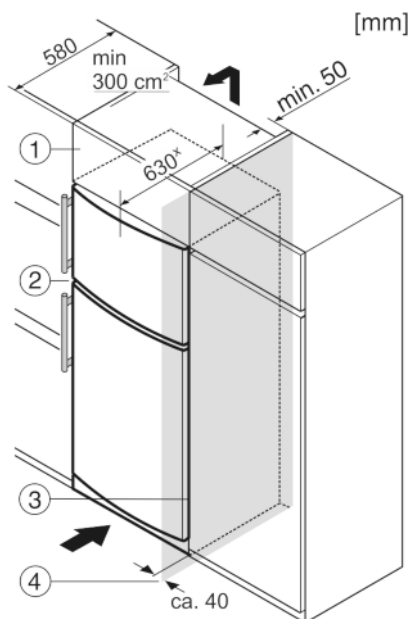

Fig. 10
- (1) Rátétszekrény (3) Konyhaszekrény
(2) Berendezés (4) Fal
A készüléket körbe lehet építeni konyhaszekrényekkel. Rá lehet szerelni egy rátétszekrényt Fig. 10 (1), hogy a készüléket Fig. 10 (2) a konyhabútorok magasságához igazítsa.
Ha a berendezést (max. 580 mm mélységű) konyhaszekrényekkel építi körül, akkor közvetlenül a konyhaszekrény Fig. 10 (3) mellett is felállíthatja. A készülék oldalirányban 34 mm x, a közepétől pedig 50 mm x távolságban nyúlik túl a konyhaszekrény előlapjához képest.
Mikor a berendezést a csuklópántokkal egy fal Fig. 10 (4) mellett állítja fel, akkor a berendezés és a fal közti távolság legalább 40 mm legyen. Ez nyitott ajtó esetén megfelel a fogantyú túlnyúlásának.